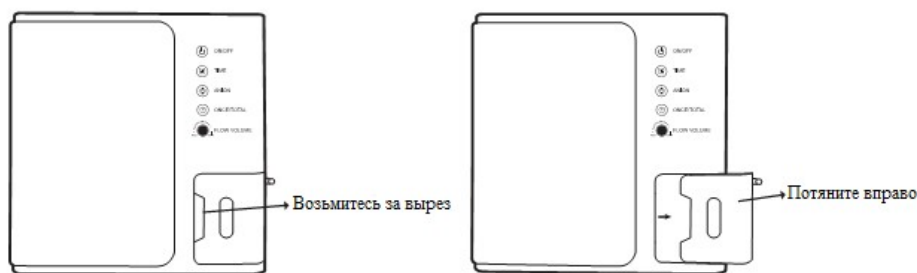

Рис.10
1. Извлеките увлажнитель в направлении, показанном на рис.10.